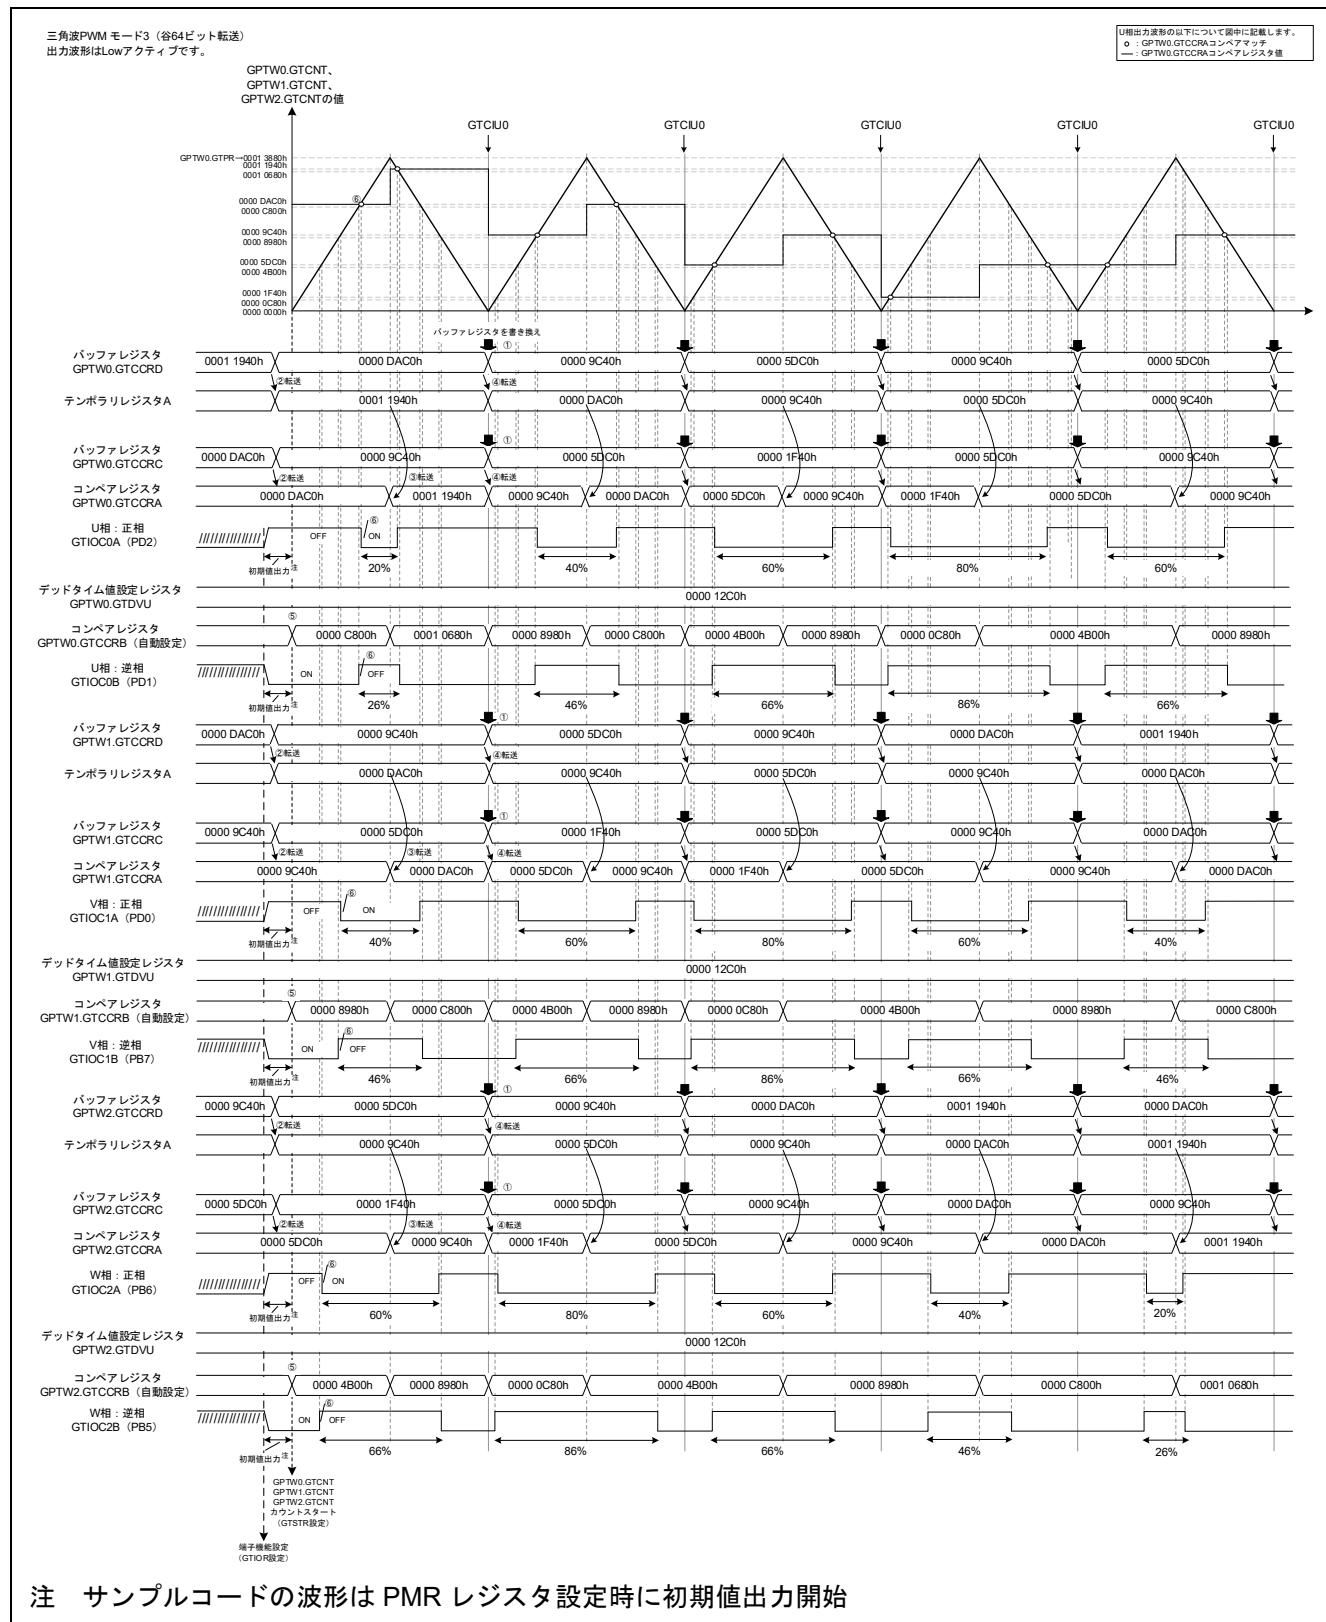

図 4-69 サンプルコードの動作
- デューティの変更タイミングの詳細は図 4-69 を参照
本サンプルコードの動作を図 4-69 に示します。周期ごとにデューティの設定を変更するため、GTCNT カウンタのアンダフロー割り込み (GTCIU0) で、バッファレジスタ GTCCRC、GTCCRD の値を書き換えます (図 4-69 ①)。
スマート・コンフィグレータを使用し生成したコードのバッファレジスタ初期値はコンペアレジスタと同じ値が設定されます。そのため、カウント開始前にユーザ初期化関数 R_Config_GPT0_Create_UserInit にてバッファレジスタ値を設定しています。設定したレジスタ値は、強制バッファ転送を行い、バッファレジスタ GTCCRD からテンポラリレジスタ A へ転送、およびバッファレジスタ GTCCRC からコンペアレジスタ GTCCRA へ転送されます (図 4-69 ②)。
本サンプルコードは三角波 PWM モード 3 を使用しているため、GTCNT カウンタのオーバフロー発生時 (山) にテンポラリレジスタ A からコンペアレジスタ GTCCRA へ転送し (図 4-69 ③)、GTCNT カウンタのアンダフロー発生時 (谷) にバッファレジスタ GTCCRD からテンポラリレジスタ A へ、バッファレジスタ GTCCRC からコンペアレジスタ GTCCRA へ転送することにより、データを更新しています (図 4-69 ④)。
また、デッドタイム自動設定を使用しているため、GTCCR B レジスタ値は GTCCRA の更新に応じて自動的に設定されます。GTDV U と GTDVD には同じ値を設定しています。本サンプルコードはカウント開始時に GTCCR B 値が自動設定されます (図 4-69 ⑤)。
カウント開始後、コンペアレジスタとカウンタレジスタとのコンペアマッチが発生し、逆相出力が OFF、その後、正相出力が ON になります (図 4-69 ⑥)。
また、デッドタイム期間は、図 4-69 の動作と同じ期間を一定に確保します。